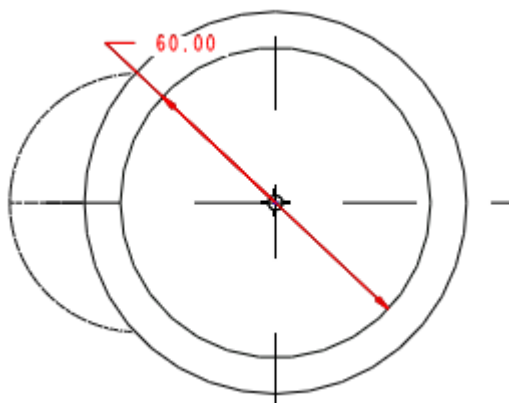

图 48-17
(4) 单击【草绘】按钮，进入草绘工作环境，绘制如图 48-17 所示的一个圆作为填充区域。